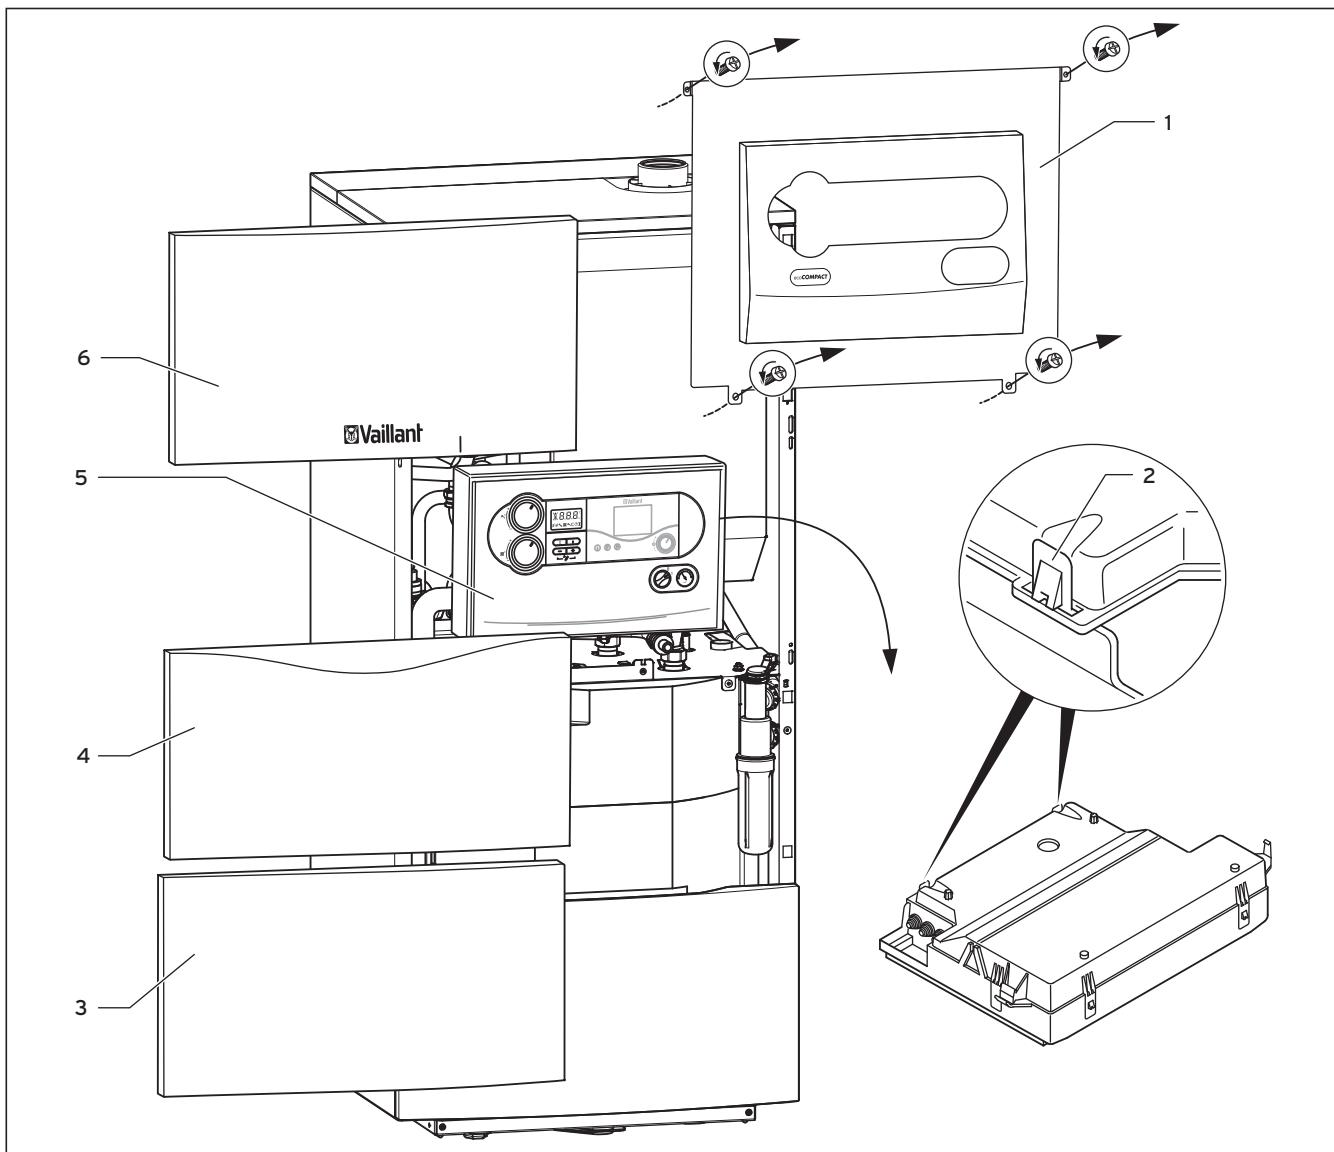

Abb. 5.5 Geräteverkleidung abnehmen
- Öffnen Sie das Gerät (vgl. Abb. 5.5).
- Schrauben Sie die Verschraubung (1) des Zirkulationsrohres vom Anschlussstück ab und verschließen Sie den Anschluss mit der beiliegenden Dichtung (3) und der Kappe (2).
Gehen Sie bei der Anschlussverdrahtung wie folgt vor, siehe Abb. 5.5: